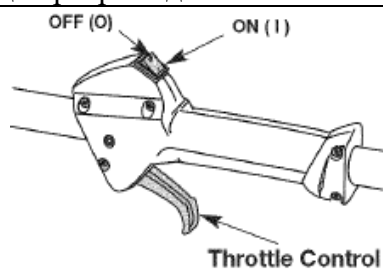

Рис. 9
ПРИМЕЧАНИЕ: нет необходимости включать устройство; переключатель управления запуском/отключением двигателя все время находится в положении ON (I) (Рис. 9).
OFF (O), пока устройство полностью не остановится (Рис. 9).
- ПРИМЕЧАНИЕ:** нет необходимости включать устройство; переключатель управления запуском/отключением двигателя все время находится в положении ON (I) (Рис. 9).
4. Переместите и удерживайте переключатель управления запуском/остановкой двигателя в положении OFF (O), пока устройство полностью не остановится (Рис. 9).